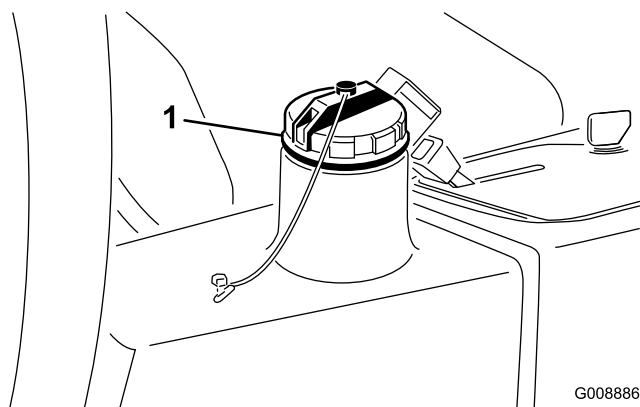

Figura 64
3. Encha o reservatório (Figura 64) com aproximadamente 13,2 l de fluido hidráulico; consulte a secção Verificação do sistema hidráulico.